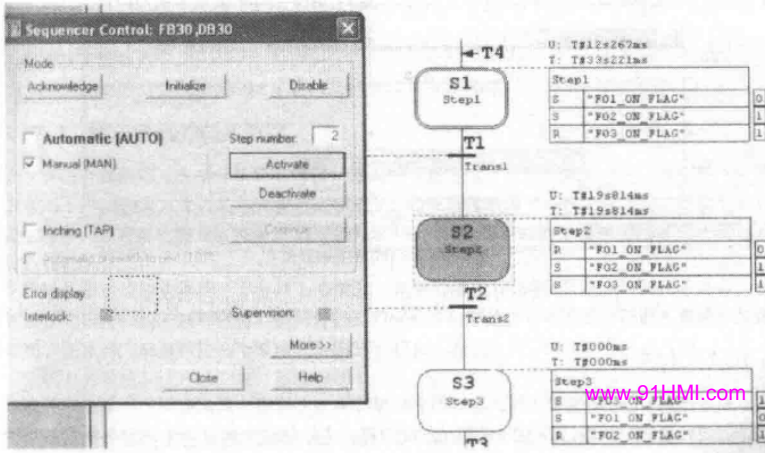

图 7-18 GRAPH 的调试工具
答: 程序组态完成后, 下面的工作就是现场调试, 如果使用梯形图或 STL, 必须对语言非常熟悉, 如设置断点、屏蔽或模拟一些现场点等。使用 GRAPH 的调试工具使调试任务简单快速。GRAPH 调试有 3 种方式: ①手动; ②缓动; ③自动。结合整个项目, 在初试阶段一些步或 I/O 点不能满足控制要求时, 可以根据现场的要求使用手动模式操作, 控制如图 7-18 所示。